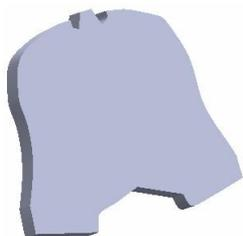

图 1.2.40 凸台-拉伸 1
Step4. 创建图 1.2.40 所示的特征——凸台-拉伸 1。